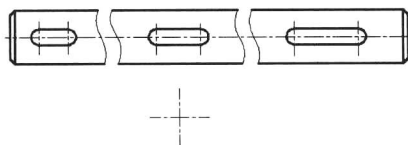
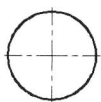
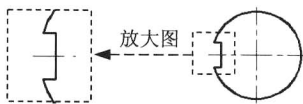

图 1.1.15 绘制中心线
图 1.1.16 绘制圆
图 1.1.17 创建键槽
Step1. 绘制图 1.1.15 所示的中心线。
(1) 将图层切换至 “中心线层”。
(2) 确认状态栏中的  (正交模式) 和  (对象捕捉) 按钮处于激活状态。
(3) 绘制水平中心线。选择下拉菜单 **绘图(D) → 直线(L)** 命令, 完成图 1.1.15 所示的水平中心线的绘制, 长度值为 60。
(4) 绘制垂直中心线。按 Enter 键以重复执行直线命令，在命令行中输入命令 FROM 并按 Enter 键，捕捉并选取步骤(3)所绘制的水平中心线的左端点为基点，输入直线起点的相对坐标值(@30, 30)并按 Enter 键，向下移动光标，输入数值 60 后按两次 Enter 键。
Step2. 绘制图 1.1.16 所示的圆。
(1) 将图层切换至“轮廓线层”。
(2) 选择下拉菜单 **绘图(D)** → **圆(C)** → **圆心、直径(D)** 命令，选取 Step1 所绘制的两条中心线的交点为圆心，输入直径值 55 后按 Enter 键。
Step3. 创建图 1.1.17 所示的键槽。
(3) 选择下拉菜单 **修改(M)** → **修剪(T)** 命令，对图形进行修剪，修剪后的结果如图 1.1.17 所示。